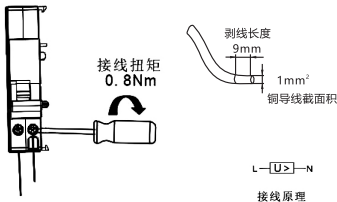

图4 OVT-B5接线方式
5.4 适用于铜导线连接，导线截面积选用 1mm^2 ，接线方式及剥线长度如下下图4